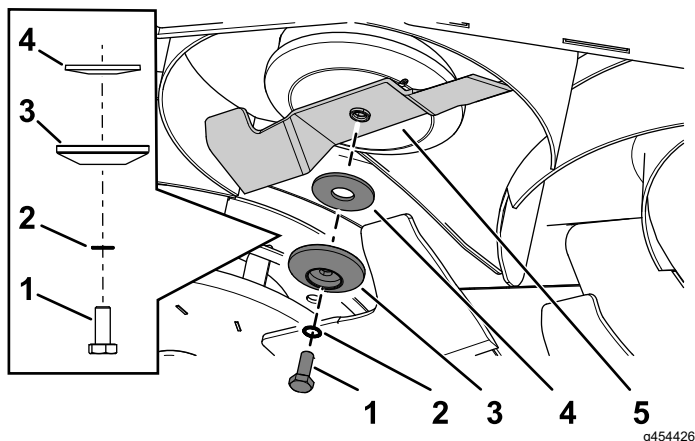

Figura 110
2. Montai lama utilizând urubul lamei îndepărtat anterior, aiba crestată, elementul de reinere al lamei i aiba curbată (Figura 110).